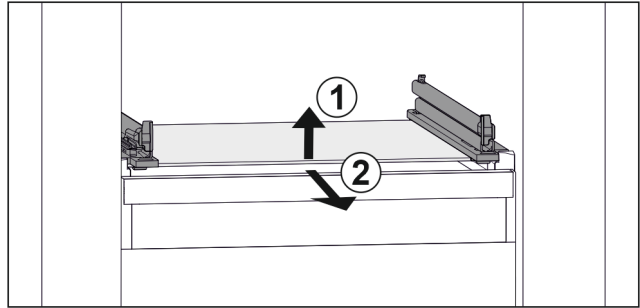

Fig. 112 Примерно изображение на стъклената плоча
- ▶ Повдигнете стъклената плоча отпред. Fig. 112 (1)
- ▶ Извадете стъклената плоча напред. Fig. 112 (2)